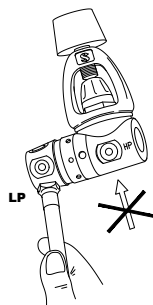

fig. 1
Schließen Sie den Niederdruckschlauch (ND) des Powerinflatortventils oder des A.I.R 2 an einen freien ND-Anschluss der ersten Stufe, der dasselbe Gewinde aufweisen muss (Abb. 1).